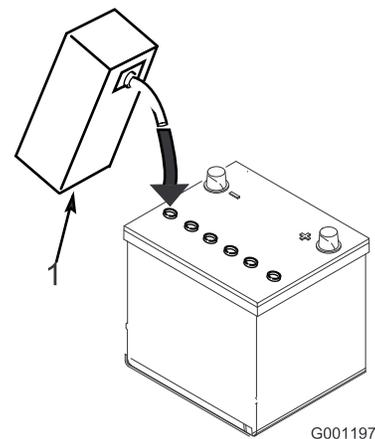

図 10
- 各セルの電極板が液面下 6 mm 程度に水没するまで、電解液を慎重に入れる (図 10)。
- 電極板が液を吸収するまで 20-30 分程度待つ。必要に応じて、電極板が 6 mm 程度水没するぐらいに電解液を補充する (図 10)。